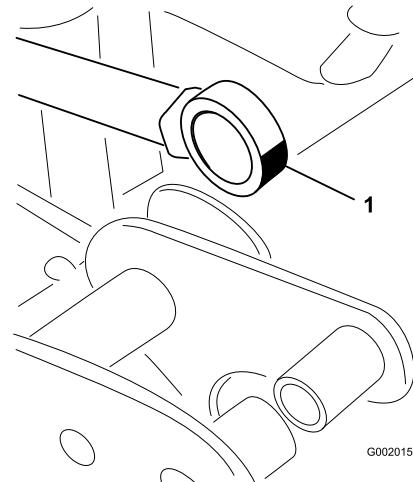

**Bild 71**
2. Nehmen Sie die Splint vom Lastösenbolzen ab (Bild 71).
3. Heben Sie den Abschnitt an und nehmen Sie den Lastösenbolzen ab, senken Sie den Abschnitt dann langsam auf den Boden ab (Bild 71).
7. Stützen Sie den Sprühabschnitt ab und stecken Sie den Lastösenbolzen durch das Auslegerscharnier und die Aktuatorstange (Bild 71).